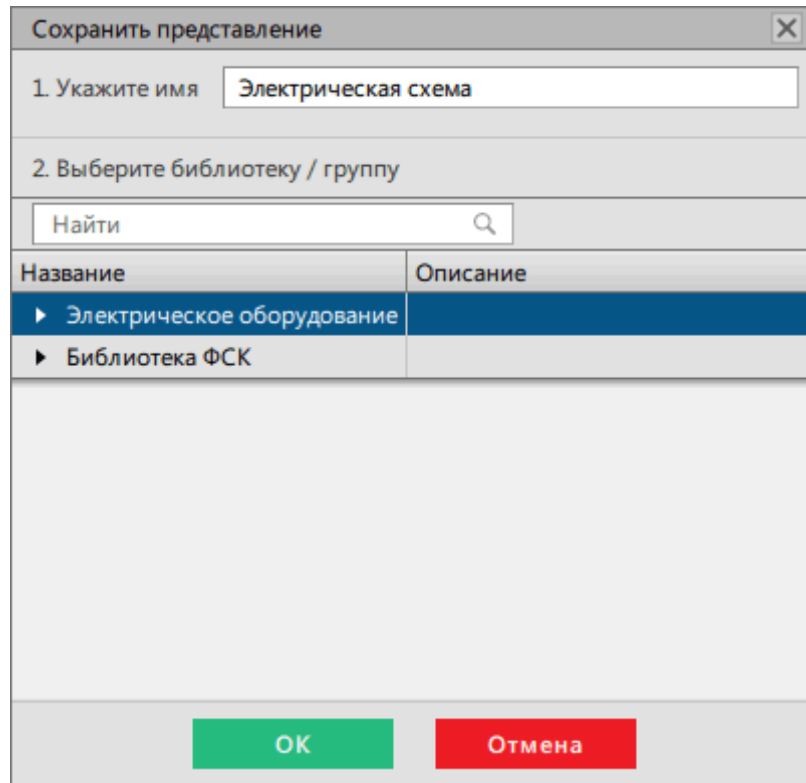

Рисунок 368 - Сохранить мнемокадр
12. Выберите библиотеку/группу сохранения мнемокадра и задайте имя мнемокадра (Рисунок 368).